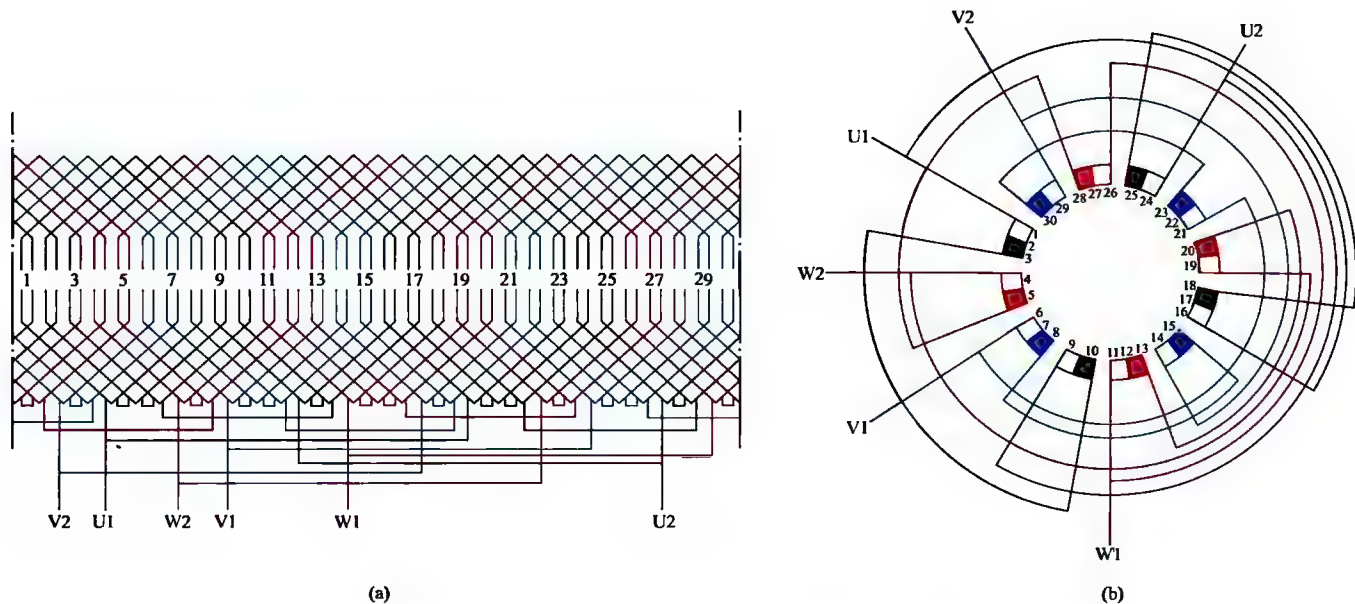

图 1-29 三相 4 极 30 槽双层叠绕组 2 路接法
29. 三相 4 极 30 槽双层叠绕组 2 路接法展开图与接线圆图 (见图 1-29)